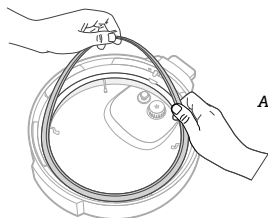

Abbildung 10.7
1. Entfernen Sie den Dichtungsring, indem Sie den Rand des Silikons aus der Dichtungsringhalterung ziehen. **[Abbildung 10.7]**